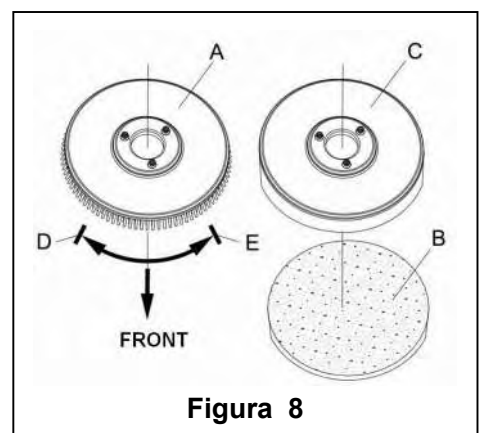

Figura 8
În funcție de tipul de pardosea care trebuie curățată, pe mașină se poate monta o perie (Figura 8, A) sau o bucată de material (Figura 8, B și C).
1. (Se aplică doar la tipurile **AS430B** și **AS510B**): verificați dacă conectorul (41) este pe poziția (O) deconectare.
2. Apăsăți mânerul-bară (2) pentru a se ridica corpul rezervorului (26).
3. Puneți peria (A) sau suportul de material (B – C) în locaș.
4. Utilizați mânerul-bară (2) pentru a coborî corpul rezervorului (26) și a veni în contact cu peria sau suportul de material de curățare.
5. Pentru instalarea automată a periei / suportului de material, puneți comutatorul de alimentare cu electricitate (41) pe poziția "I" și apăsați butonul de siguranță (1). Împingeți ușor mașina înainte pentru a permite roții de la baza rezervorului să se alinieze cu peria sau cu suportul de material care în acest fel vor fi montate. Apoi degajați comutatorul de siguranță. Dacă e necesar, repetați procedura până când peria/ suportul pentru bucata de material este instalată.
6. Dacă pasul 5 de mai sus se dovedește a fi greu de realizat, utilizați metoda manuală urmărind săgeata (D) ce indică sensul pentru montarea periei / suportului de material (după cum se arată în Figura 8).
7. Pentru demontarea automată a periei /suportului de material, puneți comutatorul (41) alimentării cu curent pe poziția "O". Țineți cu mâna mânerul-bară și apăsați mașina în jos până cândroata de ghidaj atinge podeaua iar peria/ suportul de material e suspendată în aer. Puneți comutatorul de alimentare (41) pe poziția "I" și apăsați butonul de siguranță pentru a permite periei sau suportului de material să se rotească până ce cad pe podea.
8. Dacă pasul 7 de mai sus se dovedește a fi greu de realizat, folosiți metoda manuală, rotind peria /suportul de material în direcția opusă funcționării normale și în felul acesta se poate scoate. (așa cum se arată în **Figura 8**)